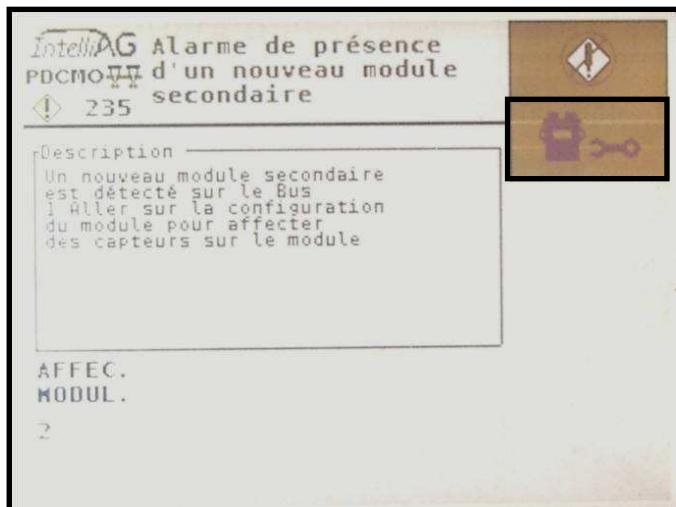

Fig. 1
(Fig.1).
- Se Vi è necessario tagliare file all'interno della seminatrice, utilizzare il tasto  per posizionare il cursore A sulle differenti file: (Fig.1).
- Attendre que la page **Alarme nouveau module** s'affiche à l'écran (Fig.1).
- Appuyer sur la touche **Configuration module** (Fig.1).
- Wait until the page **New module alarm** is displayed on the screen (Fig.1).
- Press the key **Module configuration** (Fig.1).